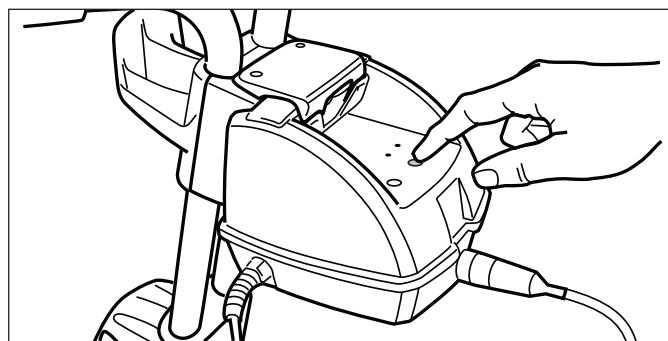

Figura 17. Apagando el limpiafondos
4. Si desea detener el limpiafondos durante un ciclo de limpieza, pulse el botón OFF. Vea la Figura 17.